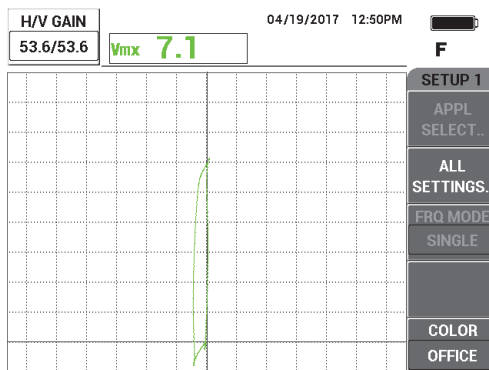

図 5-235 ゲインの調整
4. ゲインキーを押し (**dB**), きず信号が約垂直 6 目盛りの高さになるまでゲインを増やします (297 ページの図 5-235 参照)。